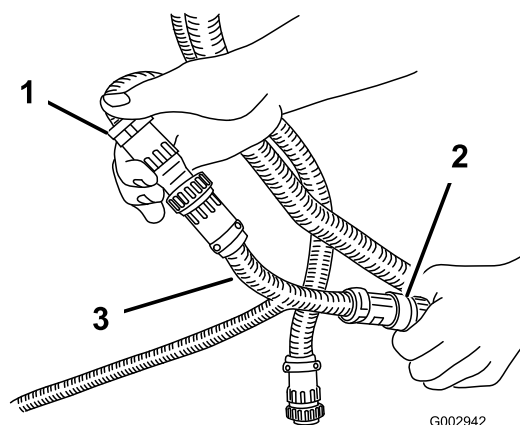
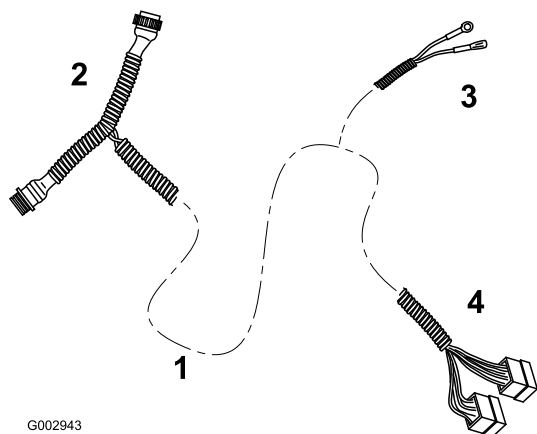
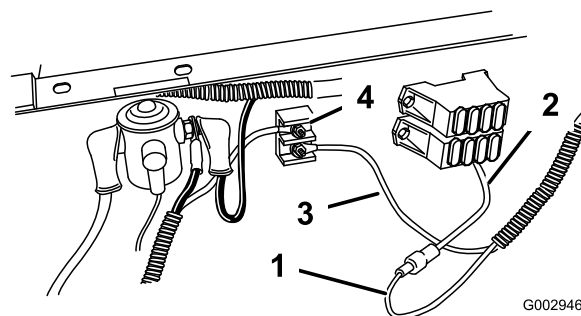

Figure 48
Figure 49
Figure 52
6. Débranchez les connecteurs sous le tableau de bord, entre le boîtier de commande manuel et le faisceau de pulvérisation (Figure 48).
7. Connectez l'extrémité en T du nouveau faisceau de boîtier de commande arrière entre le faisceau du boîtier de commande manuelle et le faisceau de pulvérisation (Figure 48 et Figure 49).
11. Connectez le câble central muni d'une cosse rectangulaire au câble coupé de la boîte à fusibles sous le siège du conducteur (Figure 49 et Figure 52).
13. Connectez le câble central, muni du connecteur à œillet, à un goujon de masse sur le bornier de masse (Figure 52).